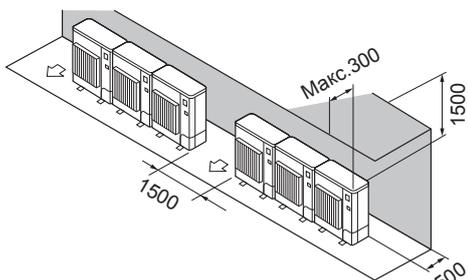

Fig. 2-9
- ② Окружающие предметы - только сзади и сверху (Fig. 2-9)